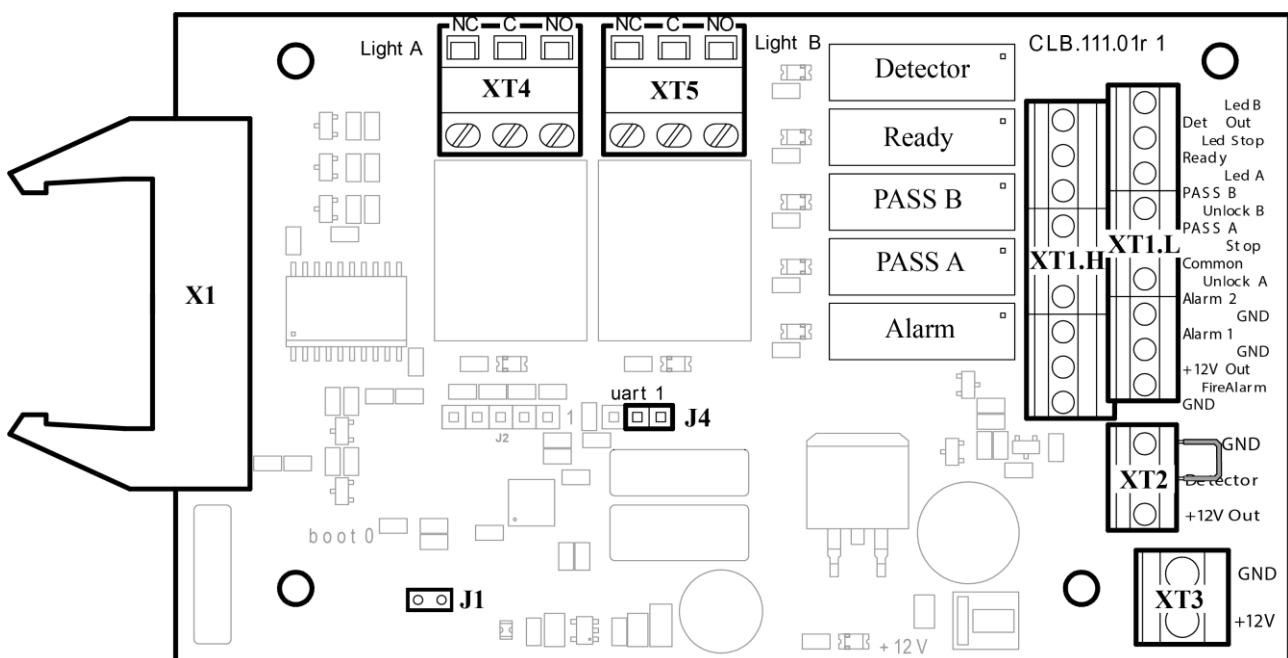

Рисунок 5. Внешний вид платы управления CLB
ПДУ подключается к плате управления гибким многожильным кабелем (11) через клеммную колодку **XT1.L** (см. рис. 5 и 12).
Изменить ориентацию ПДУ относительно установки турникета (если по месту установки турникет обращен к оператору не лицевой, а тыльной стороной) можно, поменяв местами провода от ПДУ, подключаемые на контакты *Unlock A* и *Unlock B*, а также *Led A* и *Led B* соответственно (см. рис. 5 и 12).
На плате управления (см. рис. 5) расположены:
Подключение указанных устройств производится с помощью кабеля (11) к соответствующим клеммным колодкам **XT1.L** и **XT1.H** платы управления в соответствии со схемой электрических соединений (см. рис. 5 и 12).
Обозначения установленных на плате управления клеммных колодок и назначение их контактов показаны на рис. 5.
Факт срабатывания / отпускания реле **PASS A**, **PASS B**, **Ready**, **Detector** и **Alarm** можно определить по загоранию/гашению красных индикаторов, которые установлены вблизи указанных реле (см. рис. 5).
Режим управления определяется наличием перемычки на разъеме **J1** (расположение разъема **J1** показано на рис. 5: перемычка установлена – импульсный режим управления, перемычка снята – потенциальный режим управления). При поставке перемычка установлена.